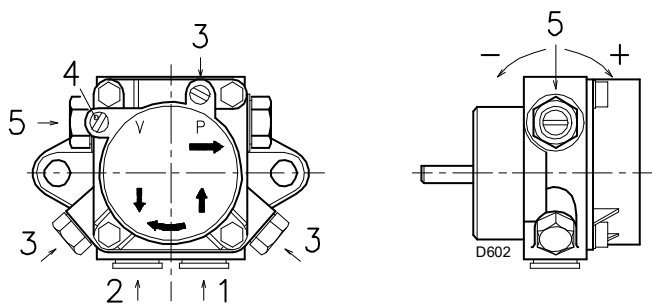

Fig. 18
For den selvansugende pumpe skrues skruen 3)(Fig. 18) ud for at udlufte luften i sugerøret og vent på, at brændstoffet kommer ud.
Forklaring (Fig. 18)
- For at pumpen skal kunne forsyne sig selv, er det vigtigt at løsne en af skruerne 3)(Fig. 18) på pumpen for at udlufte luften i sugerøret.